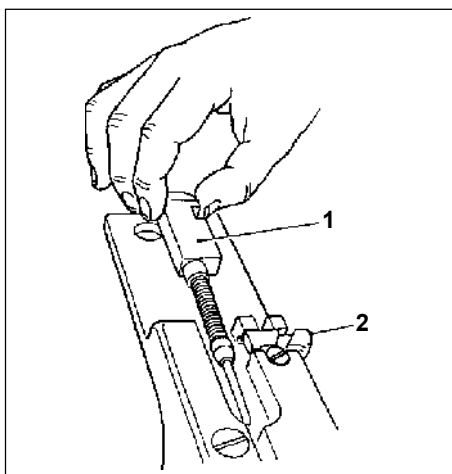

Fig 8-12. Retirada da haste de retração
- (1) Afaste o trinco da haste de retração(2), retirando completamente a haste de retração(1) (com bucha e mola). (Fig 8-12)